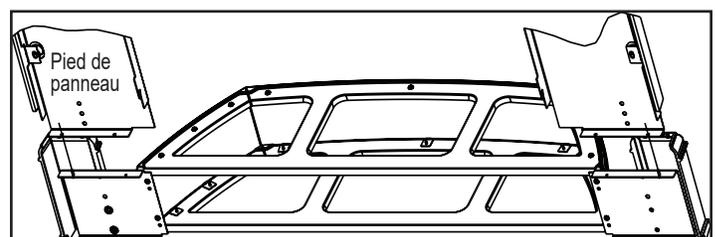

Figure 23.7
8. Placez le support d'âtre assemblé sous l'encastré. **Figure 23.7.**